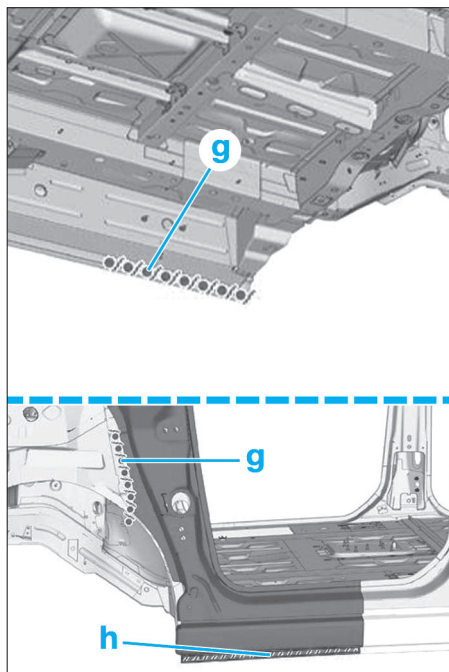

FIG. 48
- Appliquer une couche d'impression phosphatante sur la zone mise à nue (Fig.48).